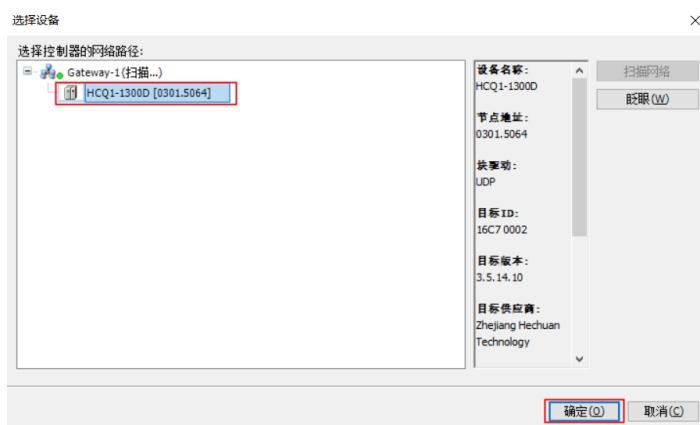

图13-6 确定连接
3. 弹出页面如图13-6所示，选择扫描到得【HCQ1-1300D】，点击【确定】，此时电脑连接上控制器。